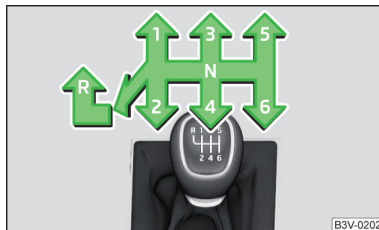

Fig. 157
Pe schimbătorul de viteze este reprezentată schema de selectare a treptelor individuale de viteză » fig. 157.
- > Apăsați maneta schimbătorului de viteze în jos, complet spre stânga și apoi spre înainte, în poziția **R** » fig. 157.